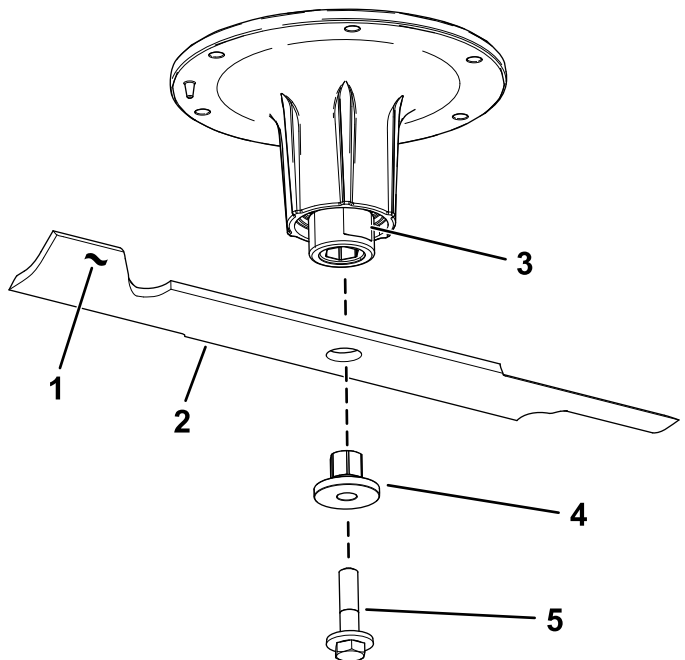

Figura 103
2. Retire el perno de la cuchilla, el buje y la cuchilla del eje (Figura 103).